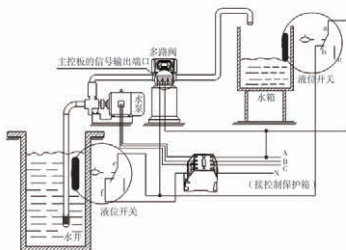

图3-5通过水箱液位控制380V进水泵的接线图
4) 通过水箱液位开关控制380V三相电机进水泵，如图3-5（设为b-01）